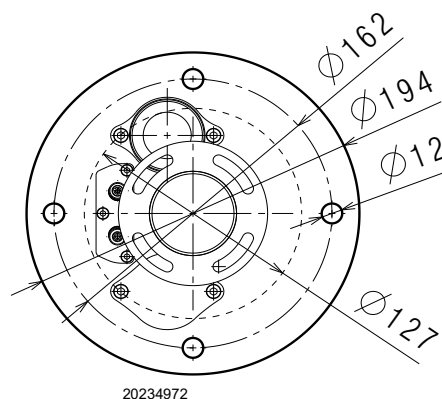

Abb. 5
** Ausführung mit Flansch (Abb. 5 auf Seite 10)
Die Verschlussplatte der Brennkammer gemäß Abb. 5 durchbohren.